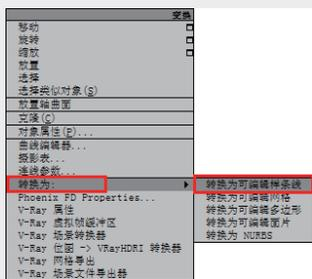

图3-165 转换为可编辑多边形
- 02 选择矩形，右击调出“四元菜单”，将矩形转换为可编辑样条线，如图3-165所示。